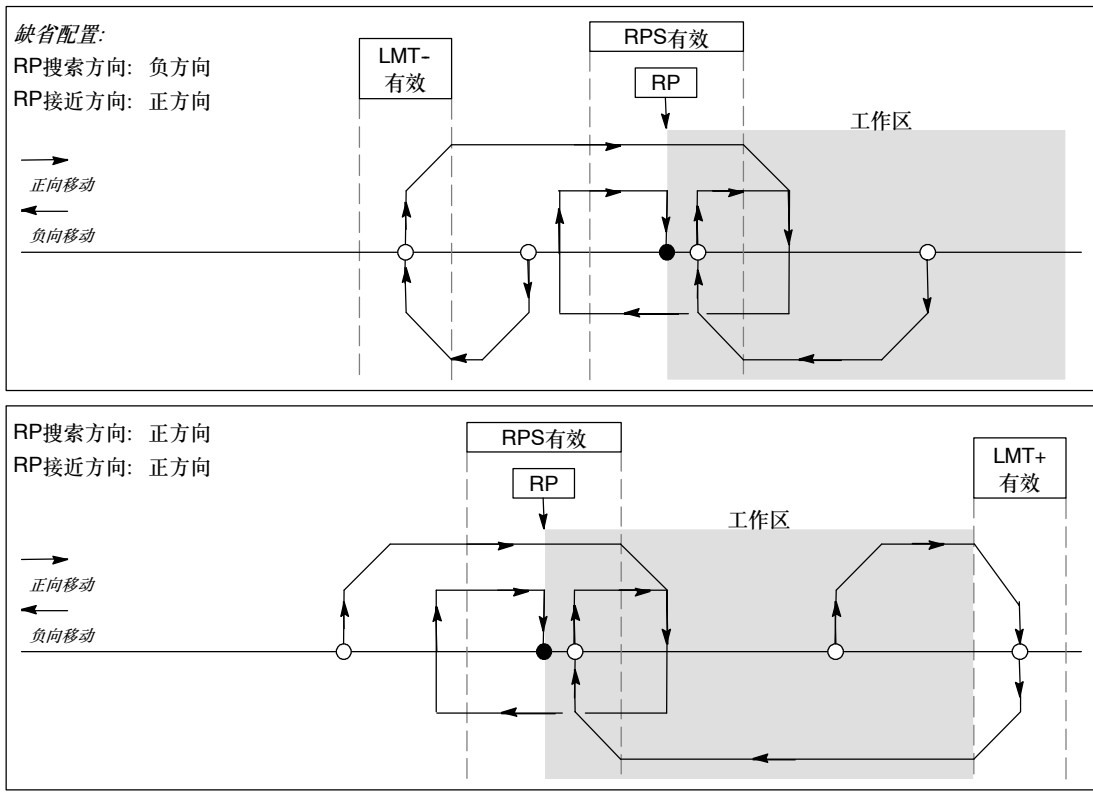

图9-15 RP搜索: 模式2
- 图9-15显示RP查找模式2的两种选项。这种模式将RP定位在RPS输入有效区域内的中央。